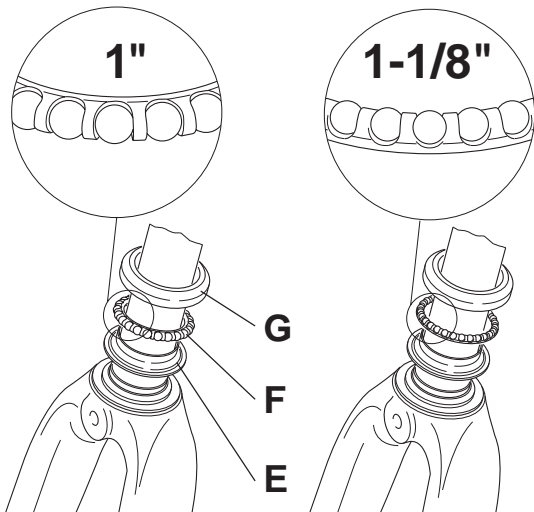
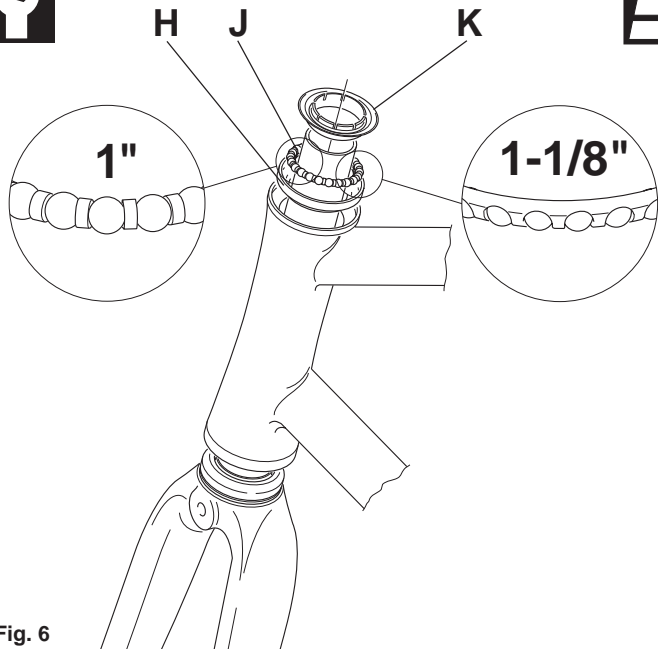

Fig. 5
Fig. 6
I Nota: le due gabbiette a sfere (F - Fig. 5 e J - Fig. 6) sono uguali; anche le due calotte (G - Fig. 5 e H - Fig. 6) sono uguali.
• Posizionate sulla forcella come illustrato (Fig. 5) il cono inferiore (E), la gabbietta a sfere (F) ben ingrassata e prestando attenzione al verso di montaggio (sfere rivolte verso il basso per 1" e verso l'alto per 1-1/8"), e la calotta (G) dopo averne ingrassato abbondantemente l'interno.
GB Note: the two retainer bearings (F - Fig. 5 and J - Fig. 6) are identical and also the two bearing cup races (G - Fig. 5 and H - Fig. 6) are also identical.
• Insert onto the fork, as shown in fig.5: the lower bearing cone race E, the retainer bearing (F) making sure is well greased and paying attention to the orientation (balls facing downward for 1" and facing upward for 1-1/8"), and the bearing cup race G, which must be well-lubricated internally.
D Hinweis: Die beiden Kugelringe (F - Abb. 5 und J - Abb. 6) sind identisch; auch die beiden Lagerschalen (G - Abb. 5 und H - Abb. 6) sind gleich.
• Wie (in Abb.5) dargestellt, den unteren Konus (E), den gut gefetteten Kugelring (F) unter Beachtung der Montagerichtung (Kugeln nach unten gerichtet bei 1"-Gabel und nach oben gerichtet bei 1-1/8"-Gabel) aufsetzen, dann die innen ebenfalls sehr gut eingefettete Lagerschale (G) auf der Gabel positionieren.
F Note : les deux cages à billes (F - Fig. 5 et J - Fig. 6) sont les mêmes, ainsi que les deux cuvettes (G - Fig. 5 et H - Fig. 6).
• Comme le montre la figure 5, positionner sur la fourche le cône inférieur (E), la cage à billes (F) bien graissée en faisant attention au sens de montage (billes tournées vers le bas pour 1" et vers le haut pour 1-1/8"), ainsi que la cuvette (G) après avoir largement graissé son intérieur.
E Nota: los dos portabolas (F - Fig. 5 y J - Fig. 6) son iguales, así como las dos cazoletas (G - Fig. 5 y H - Fig. 6).
• Colocar en la horquilla, como indicado (Fig. 5), el cono inferior (E) y el portabolas (F) bien engrasado, teniendo cuidado de ponerlos en el sentido apropiado (bolas dirigidas hacia abajo para 1" y hacia arriba para 1-1/8"), y la cazoleta (G) tras haber engrasado abundantemente la parte interior.
NL Opmerking: de twee kogellagers (F - fig. 5 en J - fig. 6) zijn identiek en ook de twee kogelcups (G - fig. 5 en H - fig. 6) zijn identiek.
• Plaats op de vork, zoals getekend in fig 5: de onderste kogellagercup (E) en de bijbehorende kogellagers. Zorg ervoor dat de kogellagers goed ingevet zijn en dat ze in de juiste richting geplaatst worden (naar beneden gericht voor 1" en naar boven gericht voor 1-1/8". Plaats vervolgens de kogellagercup (G).
I • Inserite la forcella nel tubo sterzo del telaio e posizionatevi come illustrato (Fig. 6) la calotta (H) dopo averne ingrassato abbondantemente l'interno, la gabbietta a sfere (J) ben ingrassata prestando attenzione al verso di montaggio (sfere rivolte verso l'alto per 1" e verso il basso per 1-1/8") e infine il cono superiore (K).
GB • As shown in fig. 6, insert the fork steerer into the head tube of the frame. Before inserting the bearing cup race (H) and the retainer bearing (J), lubricate both thoroughly, paying attention to the orientation (balls facing downward for 1" and facing upward for 1-1/8"), and then insert the upper bearing cone race K (CAUTION!: this is different from part E. Do not confuse these two parts).
D • Die Gabel in das Gabelschaftrohr des Rahmens einführen und dann (wie in Abb. 6 dargestellt) die innen sehr gut eingefettete Lagerschale (H) einsetzen. Danach unter Beachtung der Montageichtung (Kugeln für 1" nach oben gerichtet und für 1-1/8" nach unten gerichtet) den gut gefetteten Kugelring (J) und schließlich den oberen Konus (K) einsetzen.
F • Insérer la fourche dans le tube de direction du cadre. Comme le montre la figure 6, y positionner la cuvette (H) après l'avoir largement graissée à l'intérieur, la cage de billes (J) bien graissée elle aussi, en faisant bien attention au sens de montage (avec les billes tournées vers le haut pour 1" et vers le bas pour 1-1/8"). Monter enfin le cône supérieur.
E • Meter la horquilla en la barra de dirección del cuadro y, como aparece en la Fig. 6, colocar la cazoleta (H) tras haber engrasado abundantemente su parte interior, y el portabolas (J) bien engrasado, teniendo cuidado de ponerlos en el sentido apropiado (bolas dirigidas hacia arriba para 1" y hacia abajo para 1-1/8"), y por último, instalar el cono superior (K).
NL • Plaats de vorkbuis in de balhoofdbuis van het frame, zoals afgebeeld in fig. 6, plaats de kogellagercup (H) en de bijbehorende kogellagers (J). Zorg ervoor dat de kogellagers goed ingevet zijn en dat ze in de juiste richting geplaatst worden (naar beneden gericht voor 1" en naar boven gericht voor 1-1/8"). Plaats vervolgens de bovenste kogellagercup K (aandacht: dit is anders dan deel E).